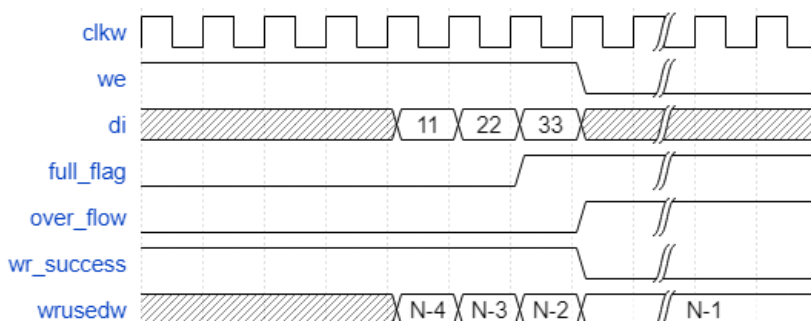
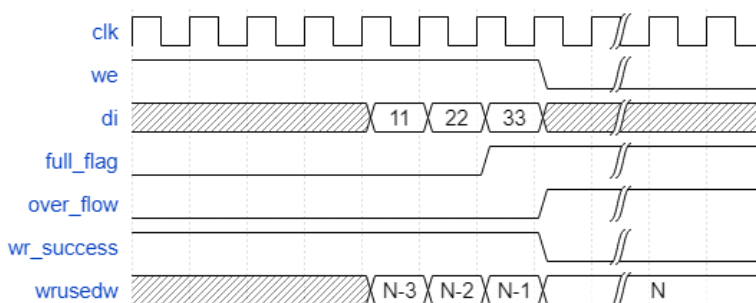

图 3-1 异步 FIFO 数据溢出
图 3-2 同步 FIFO 数据溢出
在 normal 模式、同步时钟或异步时钟模式下写侧标志信号如下图 3-1 和图 3-2 所示。
如图 3-1 和图 3-2，在 full_flag 信号拉高后一个周期 wr_success 拉低及 overflow 溢出信号拉高，数据 33 未写入 FIFO。异步 FIFO 和同步 FIFO 的实际数据深度不同，导致 FIFO 写满(full_flag 拉高)后 wrusedw 信号值不同。
- Implement Option: 包含 6 个选项，由 Device 拥有的器件资源决定 Implement Option 具体的可选项。如图 3-1 所示，EF2 器件具有 9k 和 32k 资源，即包括 4 个可选项。